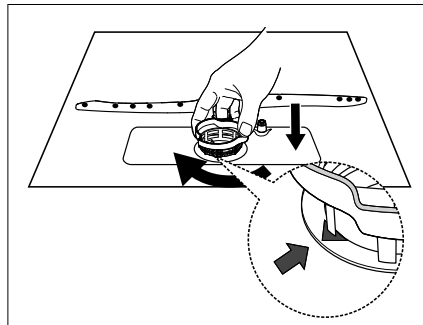

Abb. 21
- ▶ Um das Filtersystem wieder einzusetzen, gehen Sie in umgekehrter Reihenfolge vor. (siehe **Abb. 21**)